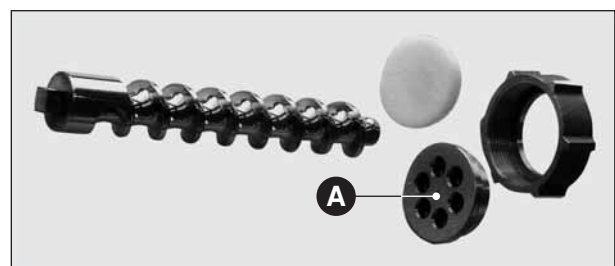

Fig. 15
6.2 NETTOYAGE DU MALAXEUR, DE LA VIS DE SÉLECTION, DE LA DOUILLE ET DE LA FILIÈRE (Fig. 15)
Enlever les résidus de pâte en nettoyant les pièces sous un jet d'eau, et utiliser éventuellement une petite brosse humide ou une palette en plastique. Ces pièces peuvent lavées plus énergiquement dans un lave-vaisselle. Rincer le malaxeur puis l'essuyer, et de même pour la vis de sélection et la douille. Les remonter ensuite sur la machine. La filière (Fig. 15 A) doit être immergée dans un récipient rempli d'eau pendant tout le temps où elle reste inutilisée.